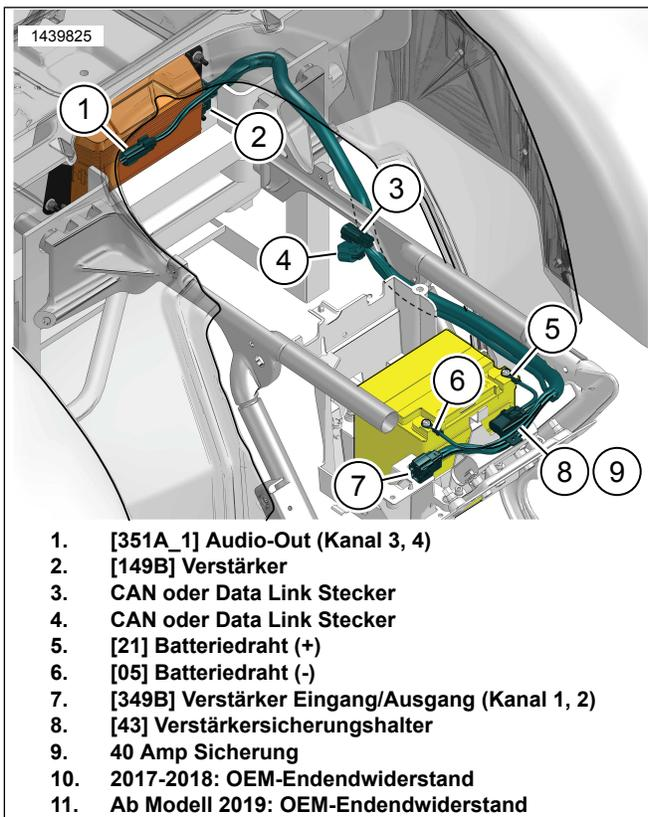

Abbildung 3. Kabelbaumverlegung des Verstärkers
1. Siehe Abbildung 3. Den Steckverbinder [149B] am Verstärker anschließen.
- a. Siehe Abbildung 3. Den Fahrzeug-Steckverbinder [319A] und die Abschlusswiderstandskappe im Bereich der rechten Seitenabdeckung ausfindig machen.
- f. [91A] (13) vom externen Kabelbaum auf [91B] platzieren. Mit Kabelbindern befestigen.
7. Siehe Abbildung 3. Die Teile 5–9 vor der Batterie und zur rechten Seitenabdeckung verlegen.
8. Das Batterieminus kabel (6) anschließen.
9. Das Batterieplus kabel (5) anschließen.
10. Den Sicherungshalter (8) mit einem Kabelbinder sichern.
11. Siehe Abbildung 3. Den Kabelbaum mit dem Verstärker-Steckverbinder über die linke Seite des Rahmens verlegen.